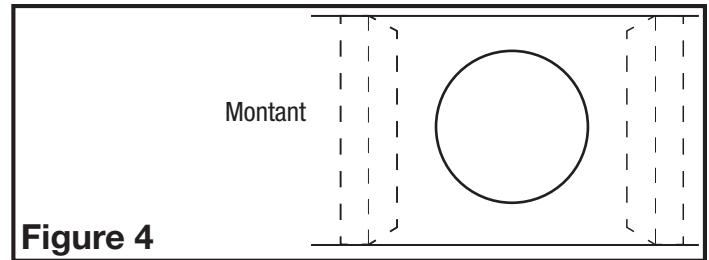

Figure 4
- Déterminez l'emplacement de l'ensemble d'aspiration circulaire. Découpez un trou circulaire de 8 po à travers le matériau de plafond en faisant attention de ne pas endommager les fils électriques ou d'autres utilités (**Figure 4**).